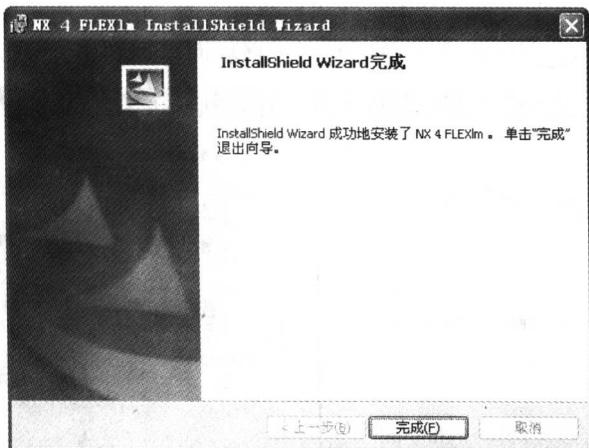

图 1-9 NX 4 FLEXlm 程序安装完成提示界面
- (12) 安装过程完成后, 出现 NX 4 FLEXlm 程序安装完成提示界面, 如图 1-9 所示, 表示 UG 服务程序安装完成。